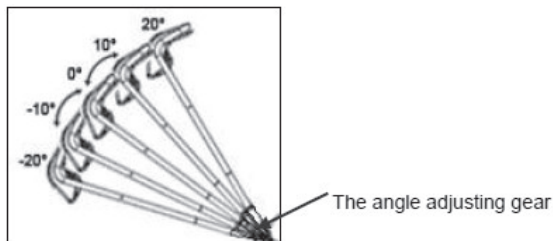

Рис. 3 (механизм регулировки угла наклона)
2. Поднимая, или опуская рукоятку, установите соответствующий угол наклона от  $-20^{\circ}$  /  $20^{\circ}$ , как показано на рис.3.;